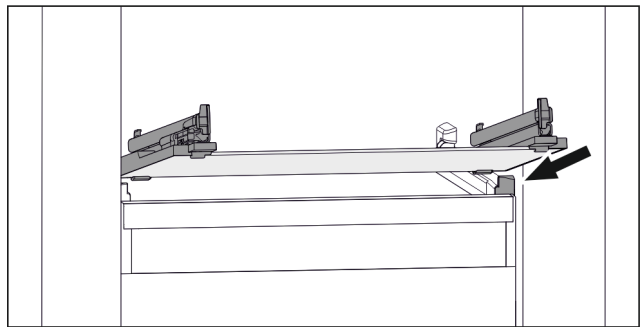

Fig. 54 Примерное отображение стеклянной пластины
- ▶ Наклоняя вниз, установите стеклянную панель за стопоры. (см. Fig. 54)